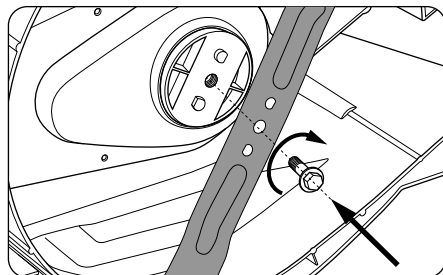

рис. 17
- Закрепите новый нож болтом, подложив под него шайбу. Необходимо обратить внимание на то, чтобы нож был правильно ориентирован (рис. 17).